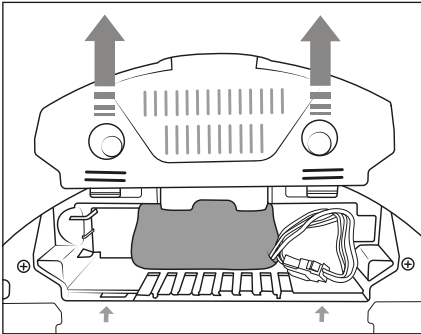

Abb. 13
- 1) Ziehen Sie die Akkufachabdeckung **15** vom Gerät ab (siehe Abb. 13).